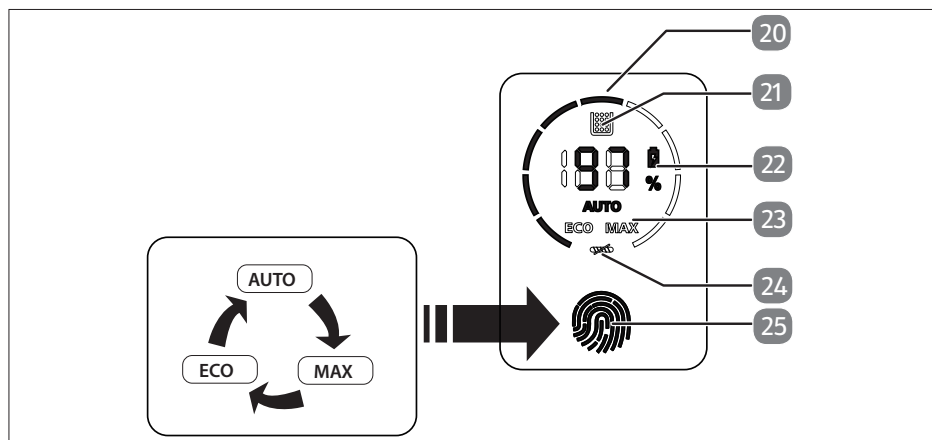

Abb. 2 – Bedienelemente
- ▶ Schalten Sie den Staubsauger ein, indem Sie den Ein-/Ausschalter (26) drücken und halten. Arretieren Sie den Ein-/Ausschalter durch Drücken der Arretierungstaste (27).
- ▶ Berühren Sie das Bedienfeld (25), um den Funktionsmodus **Auto**, **Max** oder **Eco** einzustellen. Die jeweilige Motorleistung wird im Anzeigefeld (20) angezeigt (siehe Abb. 2).